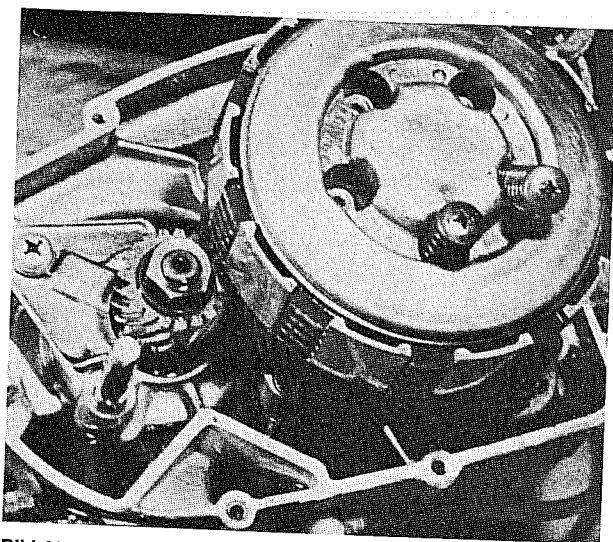

Bild 41
- Die fünf Befestigungsschrauben der Kupplungs-federn ausdrehen und die Andruckscheibenein-heit, die Kupplungsscheiben, die Reibscheiben, die Schubstangen 1 und 2 sowie die Kugel entfer-nen (Bild 41).